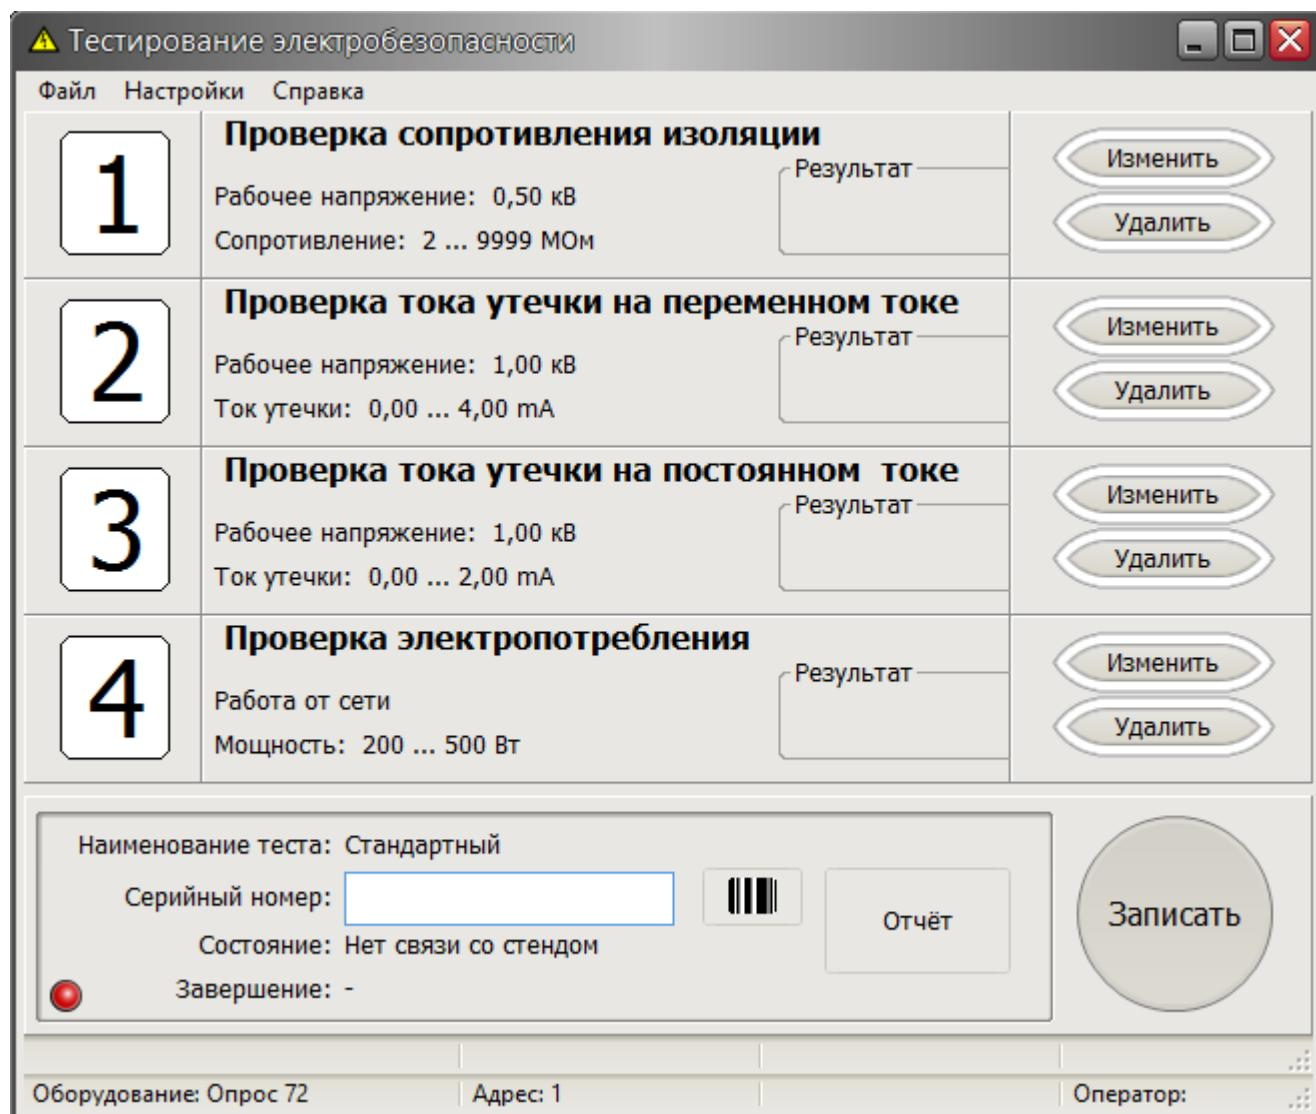

Рисунок 12 – Выбор тестов электробезопасности
15. Выбрать в меню «Файл/Стандартные тесты». В окне «Тестирование электробезопасности» составить перечень тестов, которые будут выполняться автоматически при нажатии на кнопку «Пуск» (рисунок 12). В окне тесты располагаются в определенной последовательности (указан номер слева), в которой они будут выполняться.